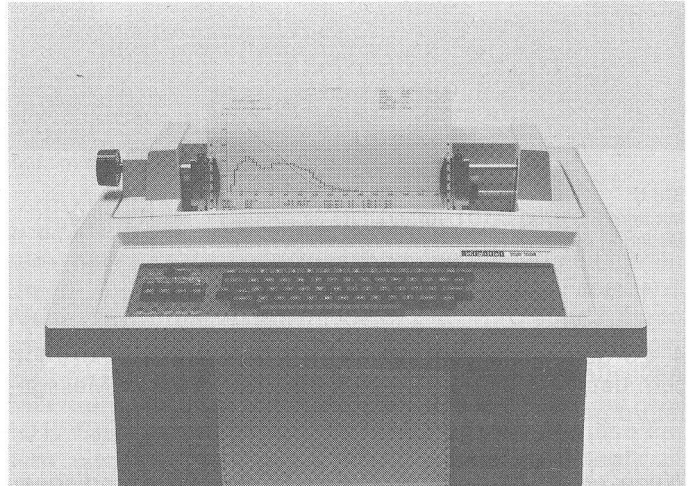

Bild 10:
- der Drucker/Schreiber DS-100 (Bild 10)